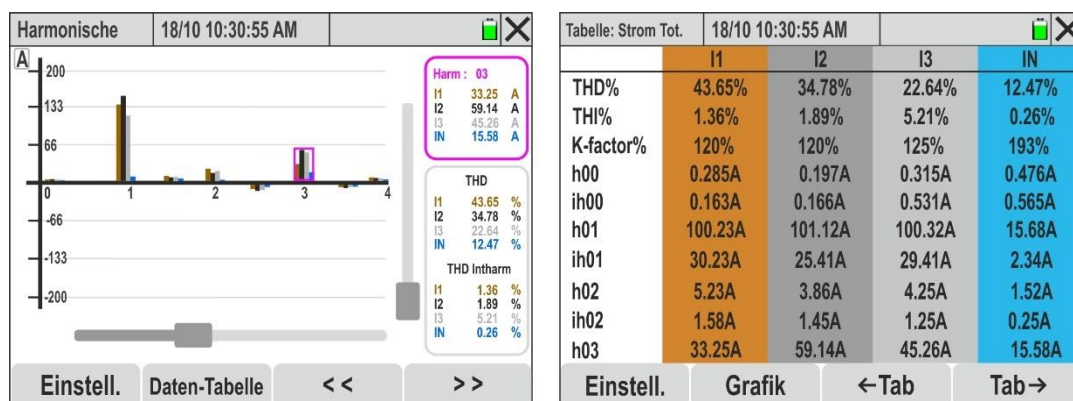

Abb. 56: Harmonischesanalyse der Ströme in numerischer und grafischer Form
10. **Bei Auswahl der 4 Ströme** werden die Histogramm-Diagramme der einzelnen Ströme I1, I2, I3 und IN in Abb. 56 - links angezeigt